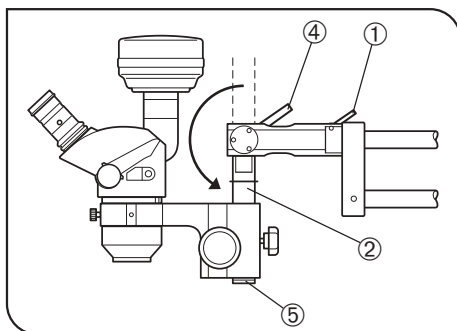

Fig. 23
b. Desserrer le levier de blocage de l'inclinaison ④ et orienter le fût de monture ② vers le bas. (Fig. 23)
c. Retirer la vis de prévention anti-chute du corps microscope ⑤ et monter le bras SZ2-STX pour statif SZX ou le corps microscope SZX. (Fig. 23)
d. Une fois le corps microscope monté, veiller à remettre la vis de prévention anti-chute du corps microscope ⑤. (Fig. 23)